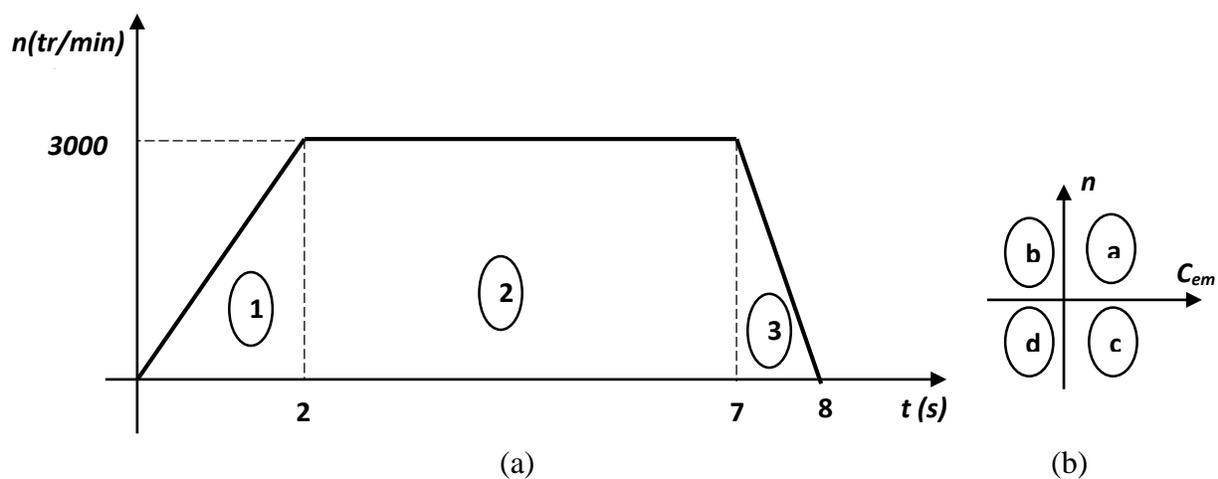

Figure 01 : Zones de fonctionnement de la machine
Soit une machine à courant continu à excitation séparée alimentée par un hacheur fonctionne en deux quadrants. Ce machine est couplée avec une charge caractérisée par un couple résistant constant $C_r = 18.5 \text{ N.m}$, un couple de pertes mécanique $C_p = 1.5 \text{ N.m}$ et un moment d'inertie $J = 0.25 \text{ kg.m}^2$. L'évolution de la vitesse n (tr/min) de la machine est illustrée par le schéma ci-dessous (Figure 01.a) :
- 1- Déterminer les valeurs de couple dans les trois cas présentés dans la figure 01. a ?
- 3- Parmet les quadrants dans la figure 01.b, préciser le cas correspond à la zone 03 dans la figure 01.a ?
- 4- Présenter un schéma d'un hacheur adapté au fonctionnement de la machine (figure 01.a) ?